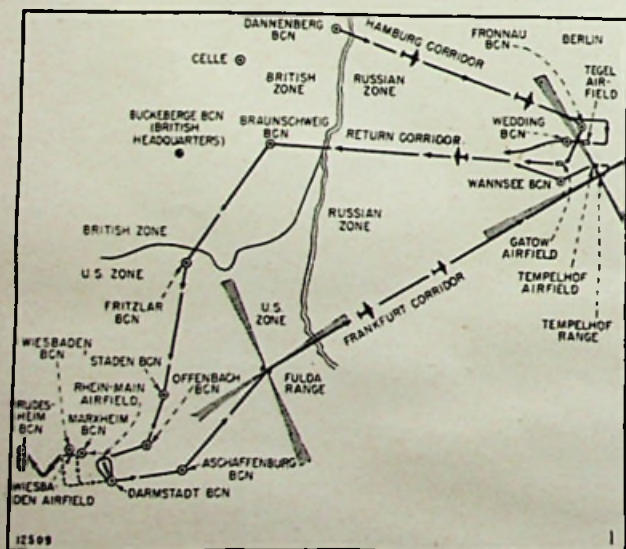

Fig. 1.
De samenstelling van een voor de menging geschikte kristaltetrode staat afgebeeld in fig. 1. Deze constructie is bijzonder goed geschikt voor experimenteel onderzoek. Men kan inderdaad gemakkelijk de snorretjes of de semigeleider vervangen. Voor industrieel gebruik kan een eenvoudiger constructie beter geschikt zijn. De drie snorretjes vormen een kleine driehoek en bevinden zich op 0,05 mm van elkaar. Voor de meeste tot nog toe gefabriceerde tetroden werd gebruik gemaakt van germaniumkristallen zoals deze gebruikt in de 1N34-dioden.
Op het algemeen schema (fig. 1) bemerken wij, uiterst links, de ingangsstekker voor microfoon en fonos (M - PU). Het ingangsein is aanwezig tussen klemmen 1 en 2 (M) en gaat over de werkcontacten 1 en 2 van drukknop K1 door condensator C1 naar 't rooster van de versterkerbuis 6AT6. Versterkt gaat het, langs C2 (20.000 pF) naar de sterkteregelaar R7 (1 kΩ). Een deel ervan wordt toegevoerd aan 't rooster van de versterkerbuis 6AU6. Verder, over de contacten 7 en 8 van knop K3. Via weerstand R4 (15 kΩ) treedt de spanning op over de klemmen van het instrument, dat als peilindicator dienst doet.